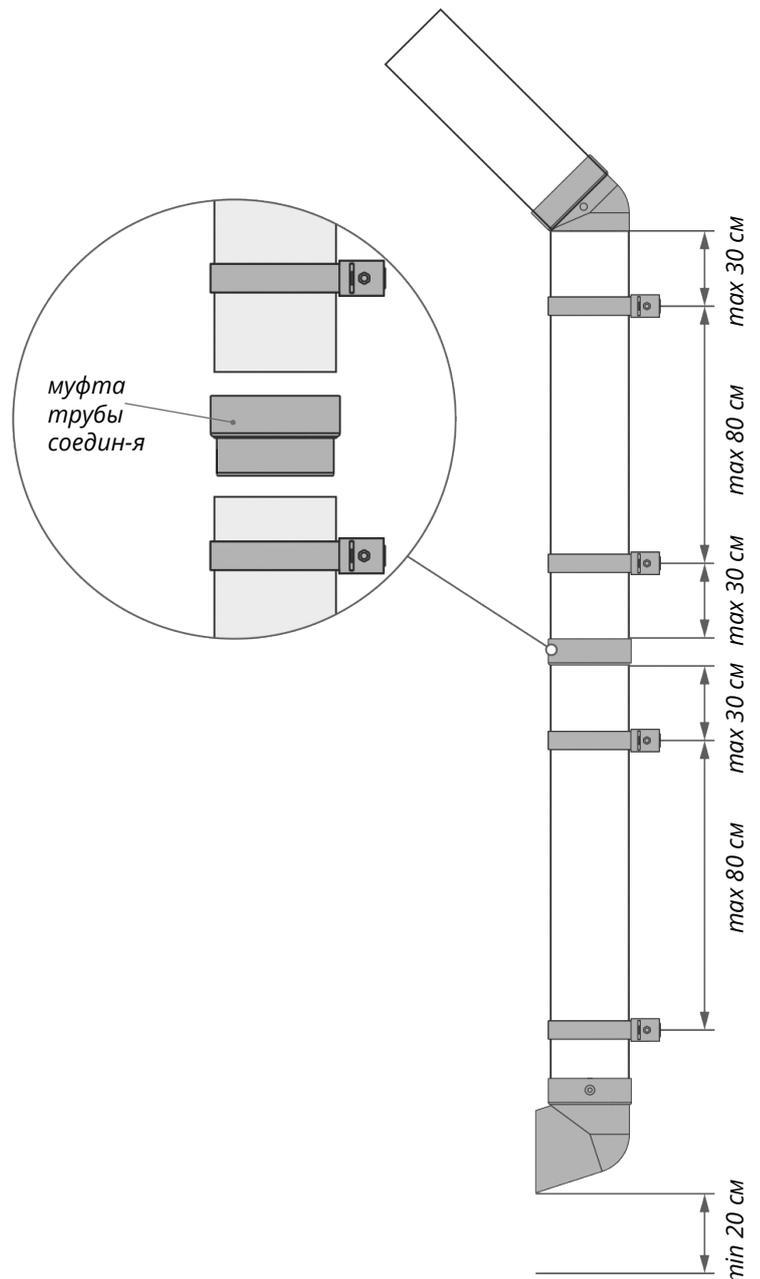

Рисунок 21
На одном отрезке трубы (рис. 21), должно быть смонтировано минимум два хомута. Расстояние между хомутами не должно превышать 80 см друг от друга. Расстояние между хомутом и фитингами трубы (колена 67°, 45°, соединительная муфта, сливное колено и т. д.) не должно превышать 30 см.
- Для соединения двух труб используйте соединительную муфту (рис.21).